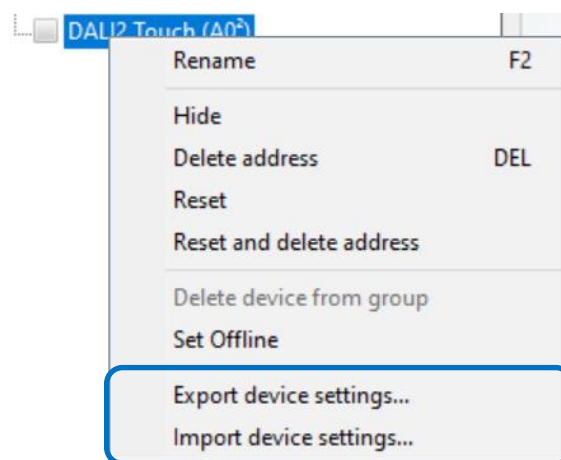

Abbildung 6 Gerätekonfiguration exportieren und importieren
*device settings...*“ bzw. „*Import device settings...*“ gespeichert bzw. geladen werden, siehe Abbildung 6.